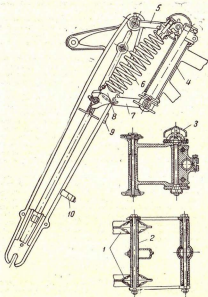

Рис. 9. Параллелограммная вилка:
**Передняя вилка.** На мотоцикле установлена передняя параллелограммная вилка с центральной спиральной бочкообразной пружиной (рис. 9).